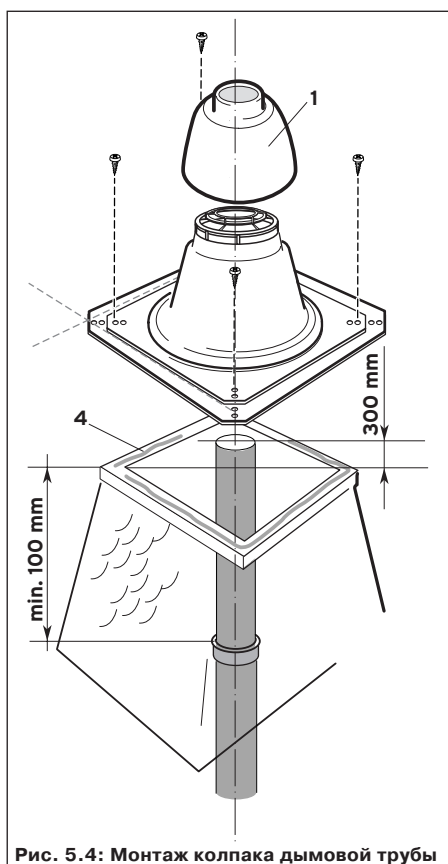

Рис. 5.4: Монтаж колпака дымовой трубы
☞ **Самая верхняя секция не должна иметь раструба. Соблюдайте размеры, указанные на рис. 5.4.**
Рис. 5.4а
- Контроль: Над верхней частью оголовка шахты (3) труба должна выступать на 60 мм (см. рис. 5.4а).